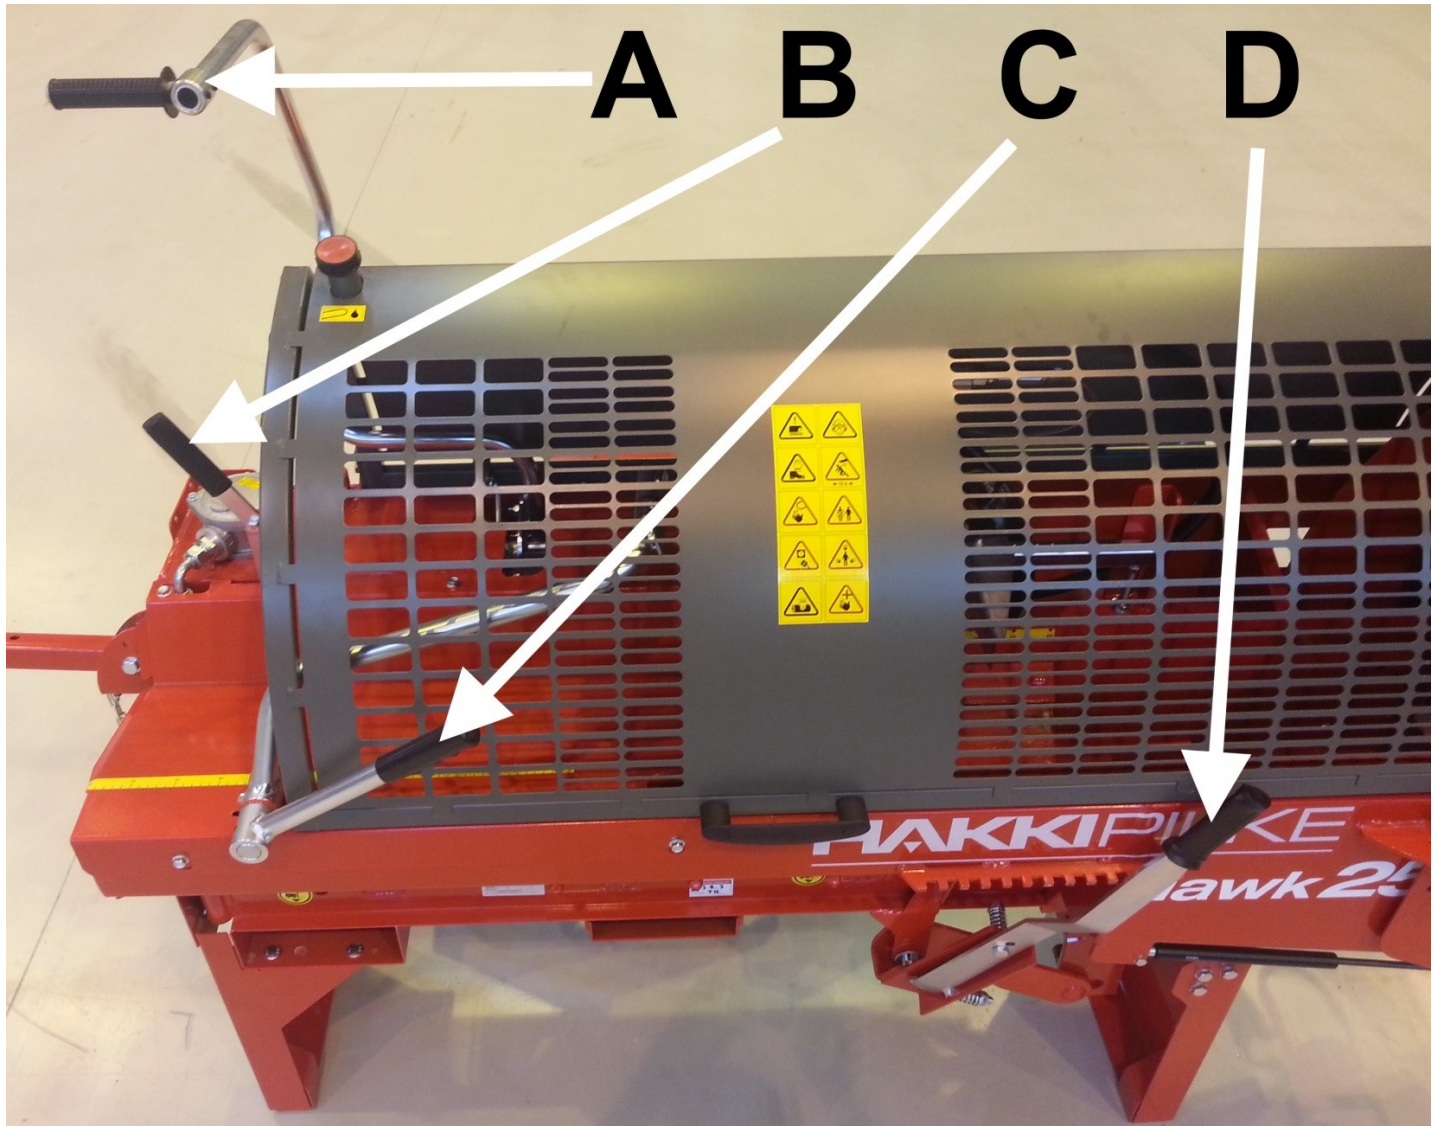

Bild 12. Maskinens manöverorgan
Namn på och funktioner för manöverdonen på bild 12:
6. Starta klyvrörelsen genom att sänka kapsvärdet hela vägen till det nedre läget med hjälp av vev A (bild 12) och lyft därefter svärdet tillbaka till det övre läget. Klyvrörelsen ska vara normal (balken som trycker veden förflyttas hela vägen till det främre läget, dvs. nära klyvbettet, och återställs automatiskt till sitt startläge).
7. Starta klyvrörelsen även med vev B (bild 12) genom att svänga veven till den högra kanten. Klyvrörelsen ska vara normal, enligt beskrivningen i punkt 6.
10. Se till att klyvcylindern återgår till sitt startläge (även i mitten av klyvrörelsen) genom att trycka spak B på bild 12 åt vänster.
4. Kapa veden genom att dra spak A (bild 12) neråt, vilket aktiverar sågkedjan, och styr sedan kapsvärdet till det nedre läget genom att fortsätta dra spak A (bild 12) ner.
5. Återställ kapsvärdet till det övre läget genom att lyfta spak A (bild 12) upp, vilket automatiskt aktiverar klyvningen.